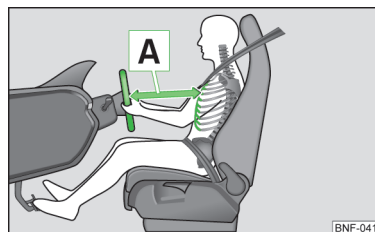

Fig. 1
- ✓ Ajuste el volante de tal modo, que la distancia **A** entre el volante y el esternón sea, como mínimo, de 25 cm » **fig. 1**.